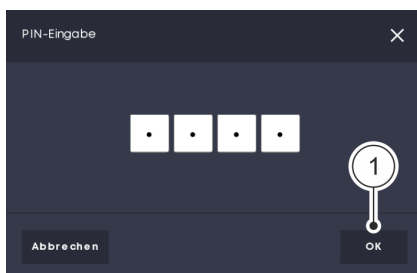

Abb. 14 PIN eingeben
04. In dem Pop-up-Fenster die vierstellige Sicherheits-PIN eingeben und mit „OK“ bestätigen Abb. 14/ ①.